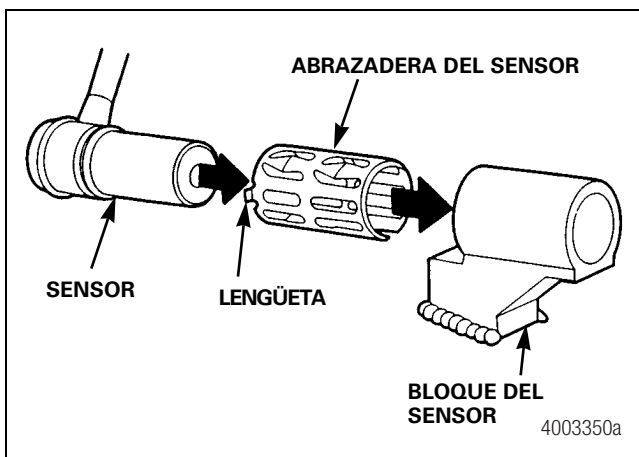

Figura 13.5
- Clip elástico de sensor — Sujeta el sensor al bloque del sensor. Figura 13.5.